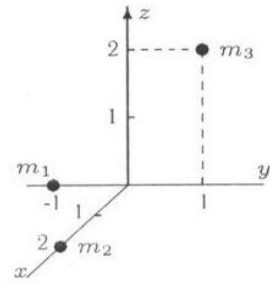

Рис. 9
**Задача 9.** Механическая система, состоящая из твердого тела (на рисунке не показано) и трех закрепленных на нем материальных точек, вращается вокруг неподвижной оси  $z$  по закону  $\varphi = e^{2t} \sin t$ . Даны моменты инерции тела  $J_{xz} = 7 \text{ кгм}^2$ ,  $J_{yz} = 8 \text{ кгм}^2$ ,  $J_z = 2 \text{ кгм}^2$  и положения точек (координаты в метрах) с массами  $m_1 = 1 \text{ кг}$ ,  $m_2 = 2 \text{ кг}$  и  $m_3 = 3 \text{ кг}$  на теле (рис. 9). Найти момент равнодействующей сил, приложенных к системе относительно начала координат при  $t = 0$ .